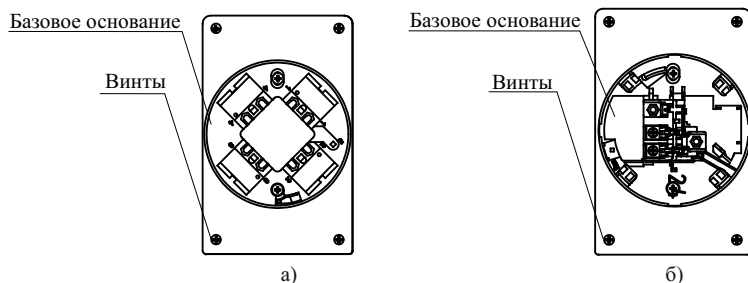

Рисунок 2
- снять крышку, предварительно отвинтив четыре винта со стороны основания (рисунок 2);